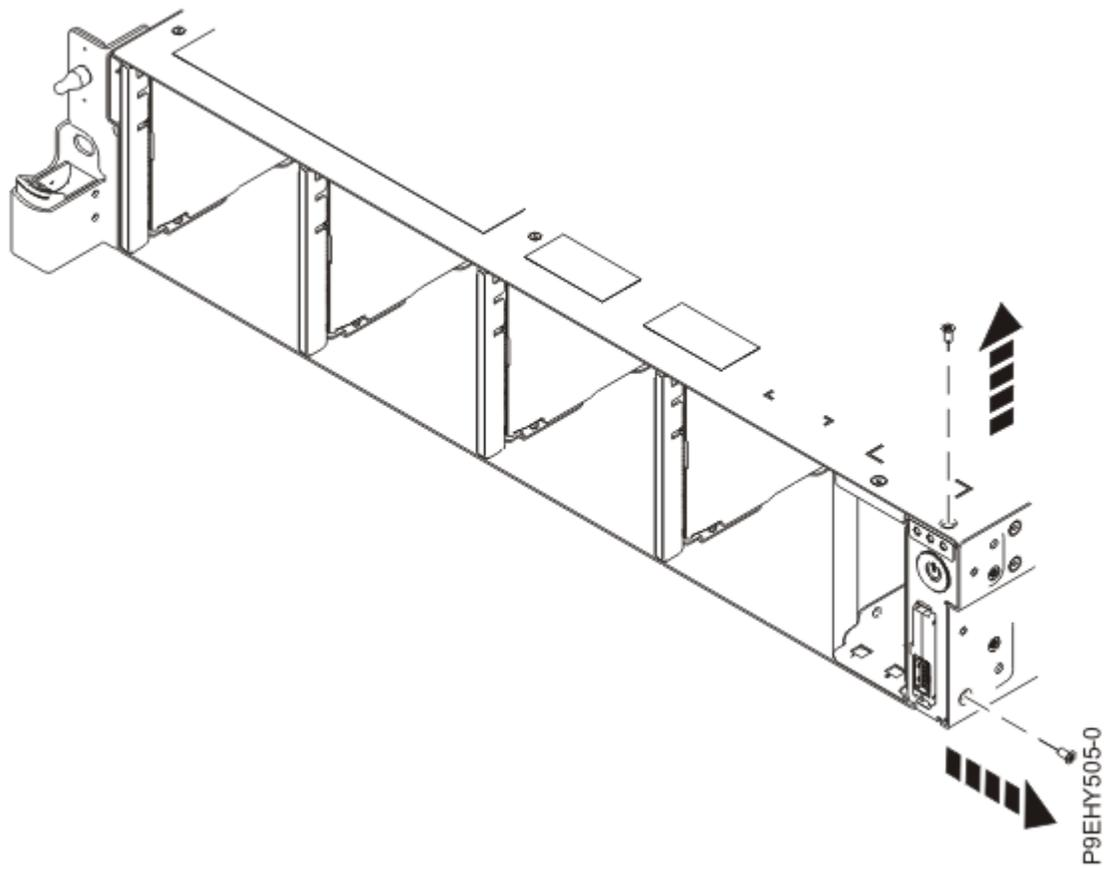

Figure 102. Retrait des vis supérieure et latérale
8. Retirez les vis supérieure et latérale de l'interrupteur d'alimentation, comme illustré dans la Figure 102, à la page 127.